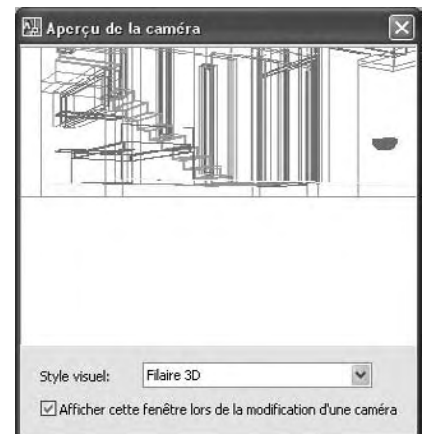

Fig.11.5
- 5 Cliquez ensuite sur la caméra pour afficher la fenêtre de contrôle (fig.11.5).